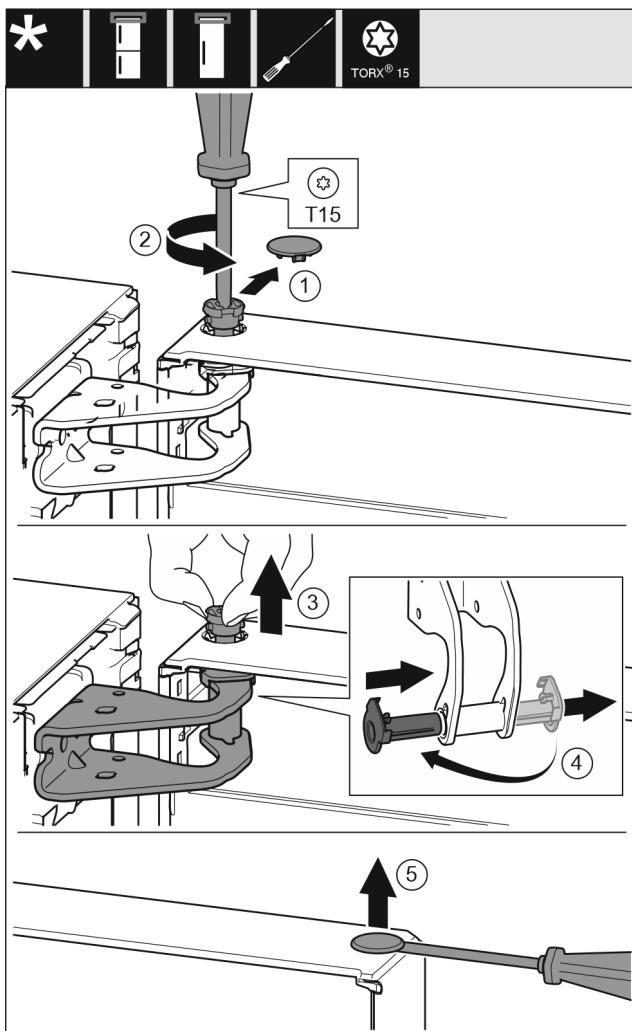

Fig. 9
- Oprezno skinite sigurnosni pokrov. Fig. 9 (1)
- Odvijačem T15 malo odvijte svornjak. Fig. 9 (2)
- Čvrsto držite vrata i prstima izvucite svornjak. Fig. 9 (3)
- Izvucite čahuru ležaja iz vodilice. Umetnute s druge strane i pustite da uskoči. Fig. 9 (4)
- Ravnim odvijačem oprezno podignite čep iz čahure ležaja vrata i izvucite ga. Fig. 9 (5)